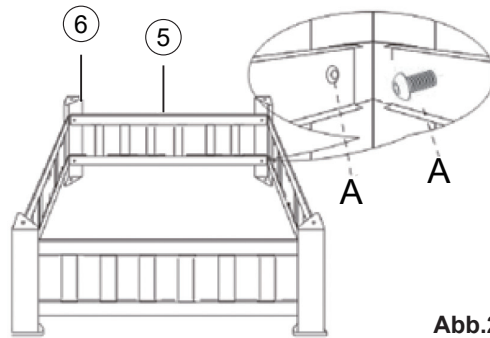

Abb.2
Befestigen Sie die Rahmenstützteile (5) mit den Schrauben (A) an den Beinen (6). Ziehen Sie sie handfest an! (Siehe Abb.2).